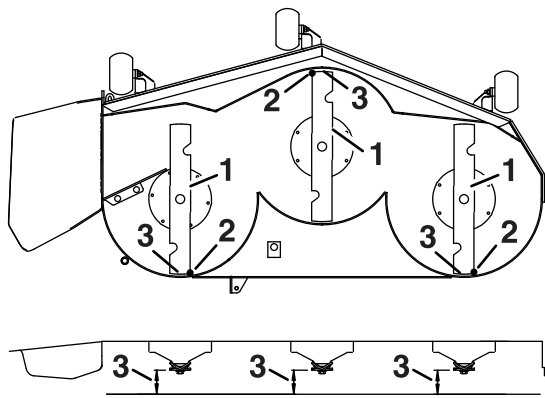

Figura 57
4. Gire cuidadosamente las cuchillas colocándolas en el sentido de avance de la máquina (Figura 57).
5. Mida entre la punta de la cuchilla delantera y la superficie plana y entre la punta de la cuchilla trasera y la superficie plana (Figura 57).